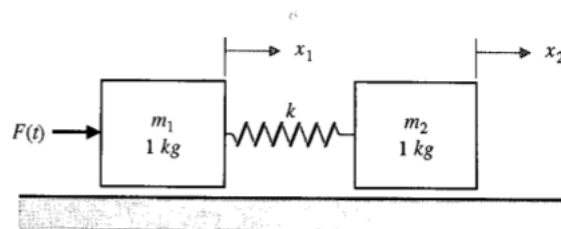

Figura 2: Sistema com duas massas.
As células CD4+ saudáveis são produzidas a uma taxa constante  $s$  pelo organismo, e morrem naturalmente numa proporção  $d$ , com relação do número de células existentes. No indivíduo saudável, essa é a única dinâmica existente, representada pela equação (4) com  $v = 0$ . Após a infecção ( $v \neq 0$  em  $t = 0^+$ ), inicia-se a transformação de células CD4+ saudáveis em células infectadas, através da interação das células saudáveis com os virions, sendo essa dinâmica representada pela equação (5). Inicia-se também a produção de virions pelas células CD4+ infectadas, representada pela equação (6). A Figura 2 esquematiza esse processo de infecção.